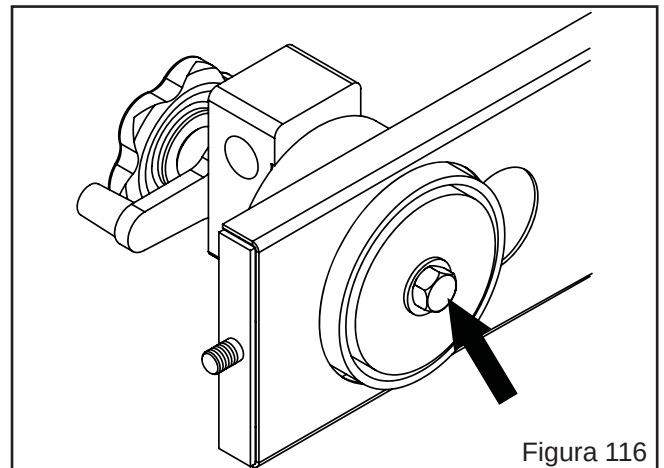

Figura 116
- Solte o parafuso (Figura 116) de fixação do rebolo e retire o danificado ou gasto;